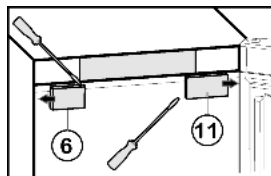

Fig. 5
- ▶ Afdekking Fig. 5 (6) met 180° gedraaid aan de kant van de handgreep van buiten plaatsen en vastklikken.
- ▶ Afdekking Fig. 5 (11) met 180° gedraaid aan de scharnierkant van buiten plaatsen en vastklikken.